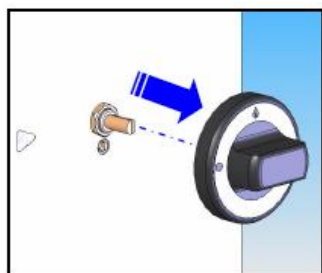

Figure 6
- Remove On-Off Knob of Heater Mechanism (Figure 6).
- Entfernen des Ein/Ausschaltknopfes vom Heizmechanismus (Bild 6.)